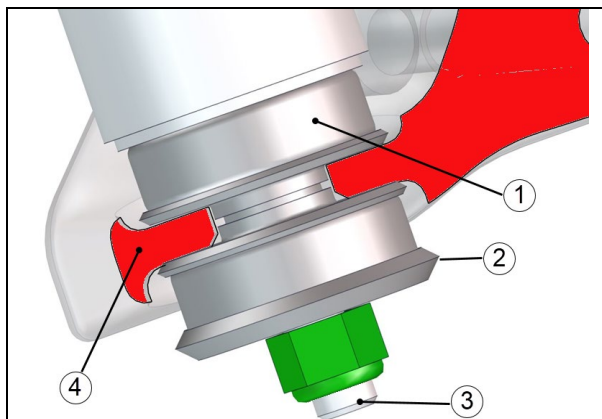

FIGURE 30: COUSSINET DE MONTAGE DE L'AMORTISSEUR
1. L'installation est comme le retrait, mais dans l'ordre inverse. Prenez soin de respecter la disposition indiquée des bagues (FIGURE 30).